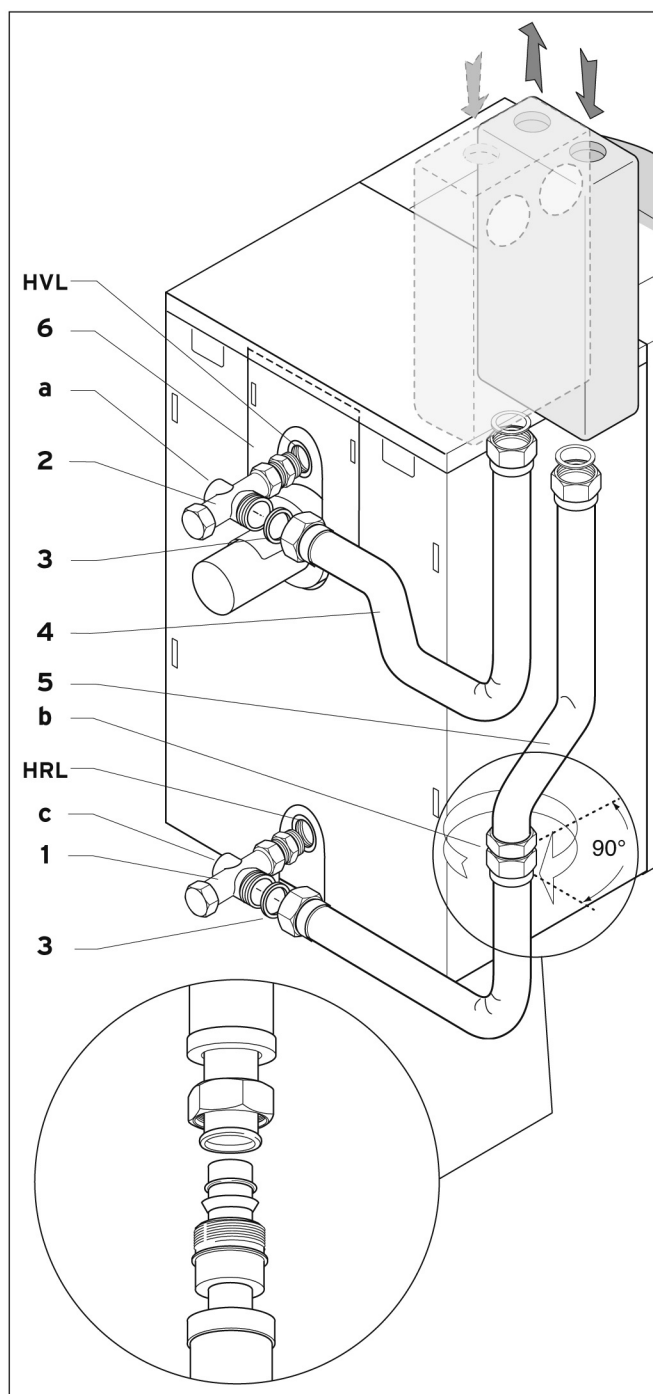

Abb. 1
- Montieren Sie die Kesselanschluss-Verrohrung gemäß Abb. 1.